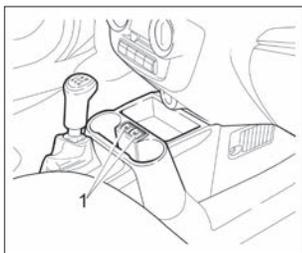

Рис. 10. Выключатели обогрева передних сидений
**В варианном исполнении** передние сиденья оборудованы электрическими подогревателями, которые включаются при работающем двигателе выключателями **1** (рис. 10).